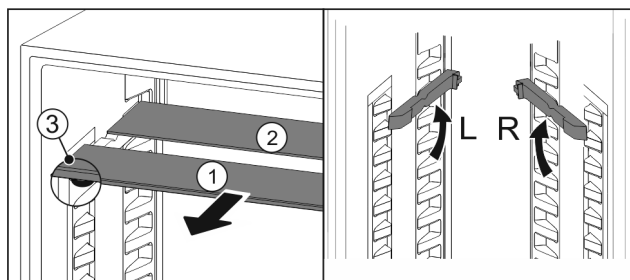

Fig. 86
- ▶ Húzza ki Fig. 86 (1) előre az üveglapokat egyesével.
- ▶ Az üveglap Fig. 86 (1) a dísléccel előre néz.
- ▶ Az ütközők Fig. 86 (3) lefelé mutatnak.